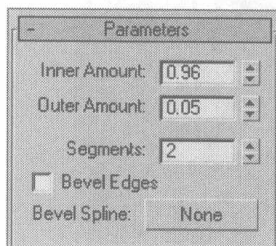
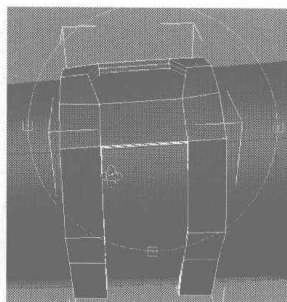
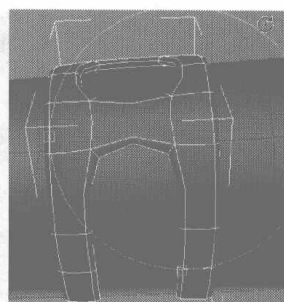

图 2.137
图 2.138
图 2.139
- 09** 关闭细分，在 修改面板的下拉菜单中选择 **Shell** 选项，给所选模型增加一个外壳，在 **Parameters** 卷展栏中设置参数如图 2.137 所示，结果如图 2.138 所示。单击 **Shell** 选项，在弹出的快捷菜单中选择 **Collapse To** 选项，单击右键，在弹出的快捷菜单中选择 **Editable Poly** 选项，将模型塌陷到可编辑多边形。打开细分，效果如图 2.139 所示。